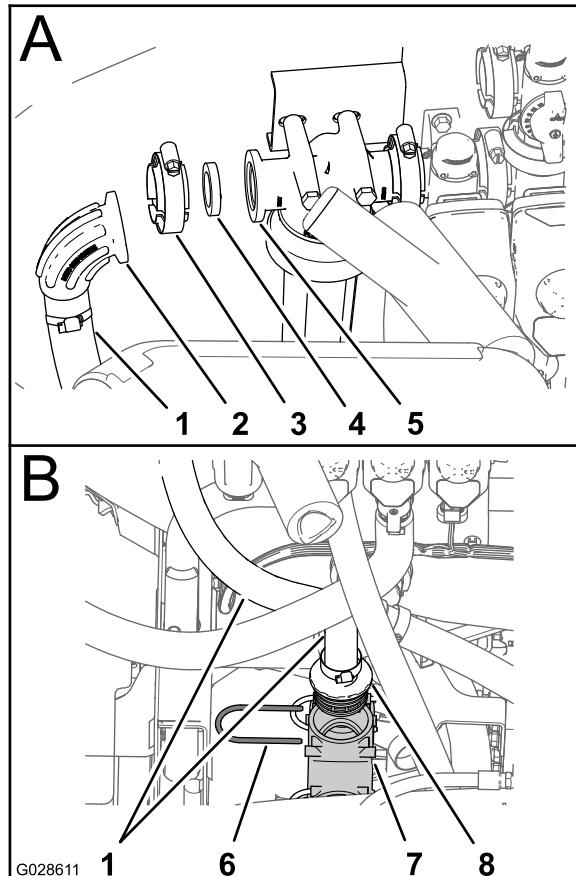

Figura 17
- 2. Retire a fixação que prende a união roscada reta do tubo de entrada à união em T inferior do sistema de pulverização e retire o tubo de entrada da máquina (B de Figura 17).
1. Retire o grampo da flange, a junta, o cotovelo e o tubo de entrada da cabeça do filtro de pressão (A de Figura 17).